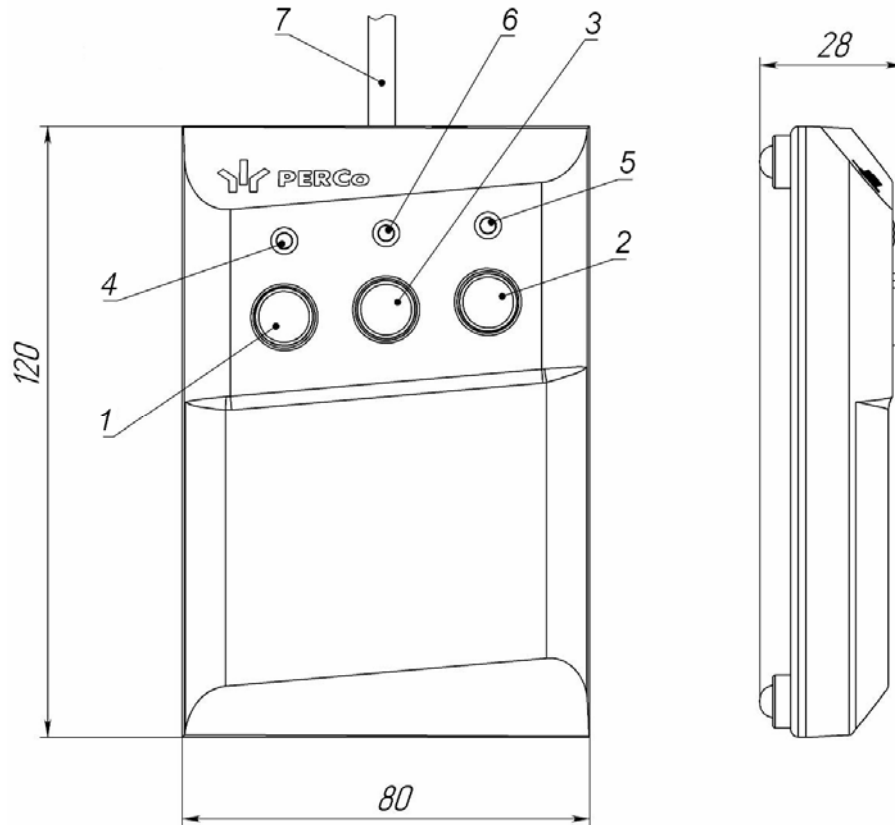

Abbildung 4: Die allgemeine Ansicht und Abmessungen des Schaltpultes
Das Schaltpult (17) ist in Form vom kleinen Tischinstrument im Gehäuse aus dem schlagfestigten ABS-Plast erfüllt und für die Aufgabe und die Indikation der Betriebsregimen bei der Handbedienung von der Schwenktür vorbestimmt. Das Schaltpult wird an der Steuerplatte (6) vom streckbaren mehradrigen Kabel (14) angeschlossen. Die allgemeine Aussicht des Schaltpultes ist auf der Abbildung 4 zu sehen.